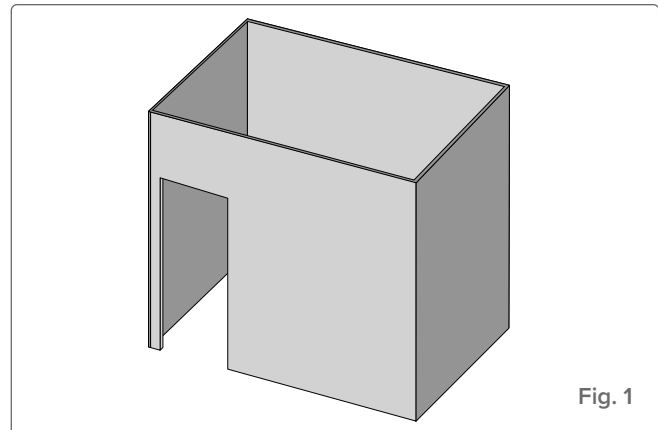

Fig. 1
- Apparatet regnes som utendørs hvis det er installert i et ly med vegger på tre sider, men uten overbygg. **(Fig 1).**